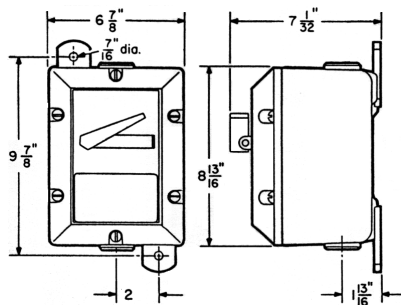

Figura 1 - Dimensiones
1. Seleccione un lugar de montaje que proporcione el esfuerzo y rigidez adecuados para soportar todo el alambrado y dispositivos de control contenidos. La Figura 1 muestra las dimensiones del montaje de las envoltentes Serie EMN. Perfore dos orificios de montaje de 11 mm (7/16 pulgada).